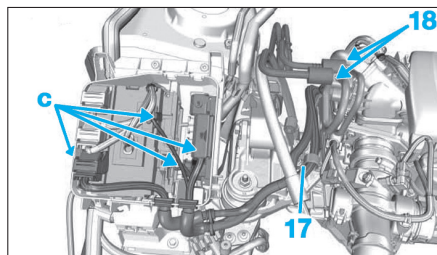

Fig. 86
- Débrancher les différents connecteurs (c) du boîtier de servitude moteur (Fig.86).
- Déposer la patte de fixation (17).
- Désaccoupler, écarter et obturer les tubes d'alimentation et de retour carburant (18).